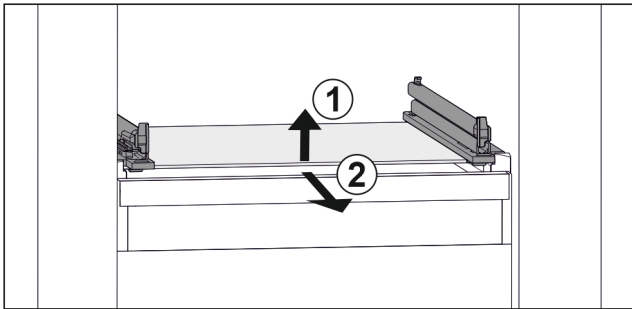

Fig. 46 Stiklinės lentynėlės atvaizdo pavyzdys
- ▶ Pakelkite stiklinę lentynėlę priekyje. Fig. 46 (1)
- ▶ Išimkite stiklinę lentynėlę į priekį. Fig. 46 (2)